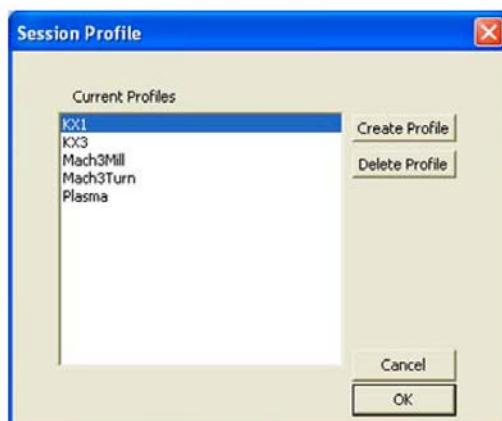

Рис. 3
2. Запустите ПО Mach3: Откройте программу **Mach3 Loader** на рабочем столе, выберите профиль фрезерного станка KX1 или KX3 (в зависимости от вашего станка) и щелкните кнопку ОК, рис. 3. Если вы установили ПО Mach3 с компакт-диска или веб-сайта smallcncsupport, эти профили будут доступны по умолчанию.